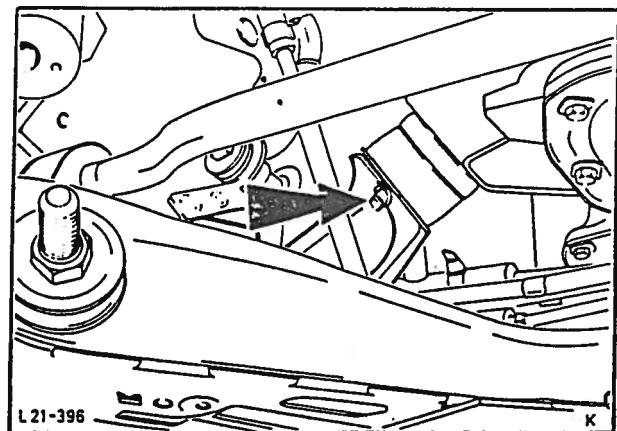

Fig. 27 Motorfeste.
25. Skru fast motorfestene til forstillingstravers, fig. 27. Monter eksosrøret til eksosmanifolden og kople til starterkabelen.